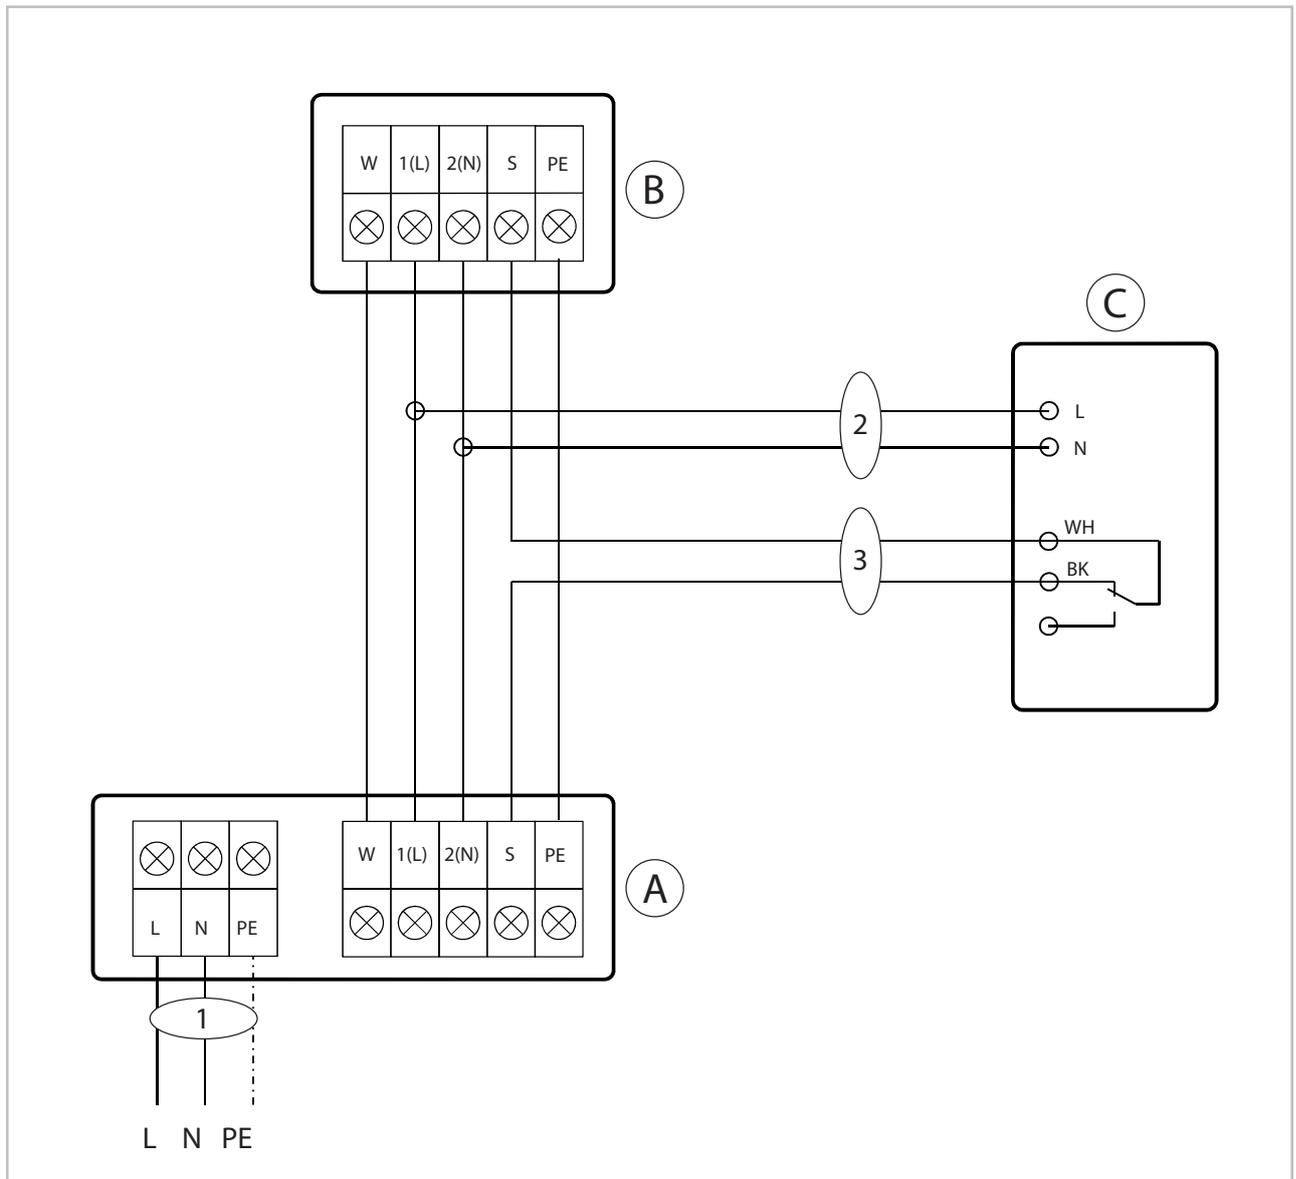

Abb. 46: Elektrisches Anschlussschema
- Wird bei dem Gerät eine als Zubehör erhältliche Kondensatpumpe eingesetzt, ist bei der Verwendung des Abschaltkontaktes der Pumpe ggf. ein zusätzliches Relais zur Erhöhung der Schaltleistung, zur Abschaltung des Kompressors, erforderlich (siehe Abb. 46).